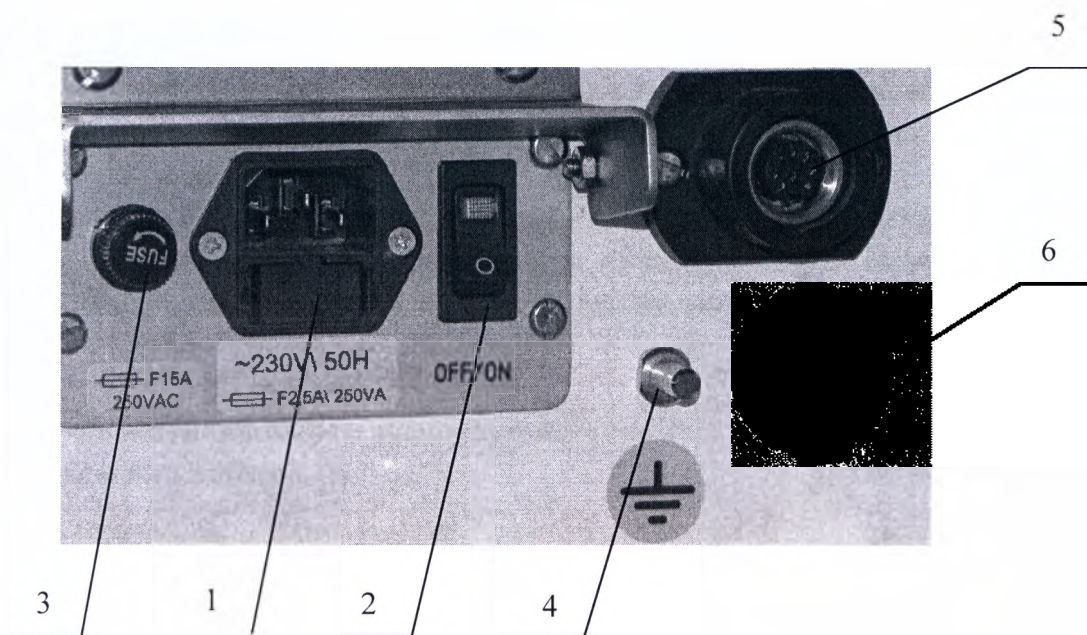

Рисунок 2. Панель питания.
9.4 Перед использованием стола по назначению подсоедините стол к контуру наружного заземления с помощью заземляющего зажима 4 (Рисунок 2), расположенного на станине основания стола.
9.8 На панели питания включите выключатель 2 (Рисунок 2). Стол готов к работе.
9.11 При разряженных батареях вставьте один конец съёмного шнура питания в разъём 1 (Рисунок 2), а второй - в сеть питания $\sim(230\pm23)V, (50\pm0,1) Гц$.
9.12 После окончания работы отключите стол от автономной сети питания, выключив на панели питания выключатель 2 (Рисунок 2)